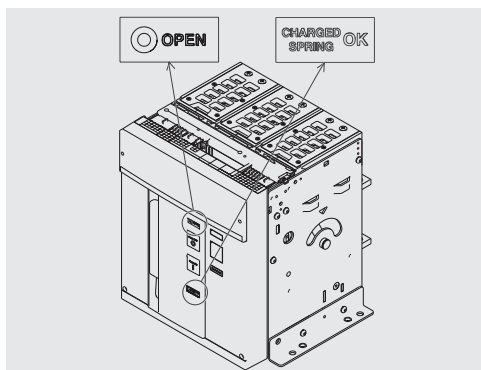

图 24
3. 确保断路器处于分闸状态（分闸/合闸指示器显示“0 - OPEN”），并确保弹簧已储能（弹簧状态指示器显示“yellow-CHARGED SPRING”），如图24所示。